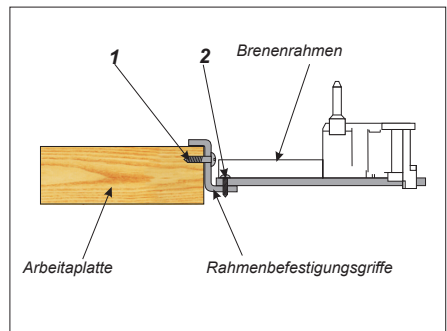
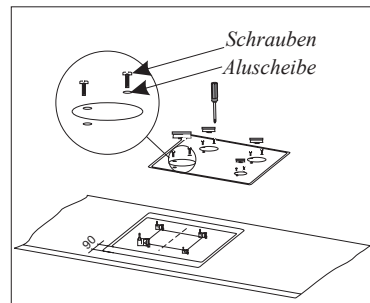
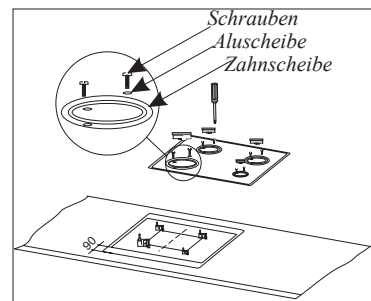

Abb. 3
Abb. 5
Abb. 6
- die Blechschrauben [2] (Abb. 3) lösen.
- Brennerahmen schieben, bis Massenübereinstimmung von 90 mm (Abb. 5) erreicht wird und in dieser Position den Brennerahmen mit Blechschrauben [1] (Abb. 3) in der Paltenöffnung sperren.
- auf den Brennerahmen die Arbeitsplatte hinlegen und mit 8 Blechschrauben mit Unterlagsscheiben M-3 (Abb. 5) an Brennerahmen zuschrauben,
- Brennerrahmen schieben, bis Massenübereinstimmung von 90 mm (Abb. 6) erreicht wird und in dieser Position den Brennerrahmen mit Blechschrauben [1] (Abb. 3) in der Palttenöffnung sperren.
- auf den Rahmen mit Brennern eine Keramikscheibe auflegen und danach Zierauflagen auf die Scheibe und Brenner auflegen. Die Scheibe mit den Zierauflagen mit 8 Blechschrauben mit Unterlagsscheiben M-3 anschrauben (Abb.3), wobei das Anschrauben von den hinteren Normalbrennern anzufangen ist und erst danach ist der Stark- und Hilfsbrenner zu befestigen.